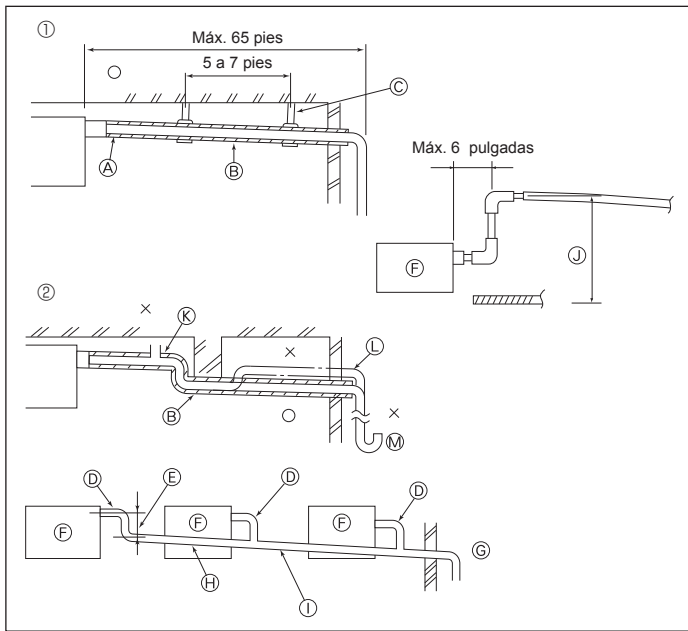

Fig. 3-4
3.4. Tubería de drenaje (Fig. 3-4)
- ① Tubería correcta
- ② Tubería incorrecta